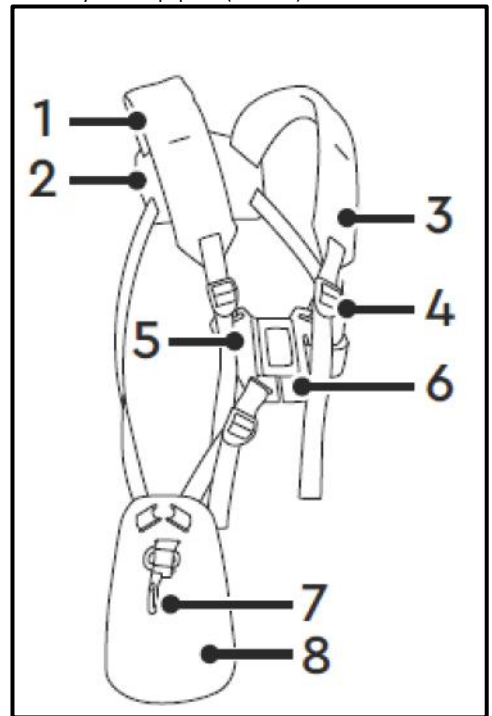
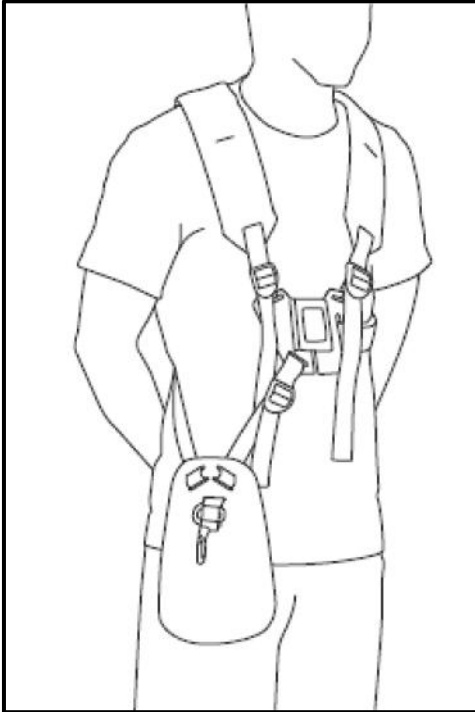

Рис. 17
Рис. 18
- Вдягніть на праве плече наплічник (1) із захисним щитком (8), а на ліве плече – наплічник (3) (Рис. 17). З'єднувальна пластина (2) ременів повинна знаходитися на спині (Рис. 17). Карабін (7) та захисний щиток (8) повинні знаходитися на правому стегні.
- З'єднайте за зчепіть застібки (5) та (6) (Рис. 17). Правильно одягнутий ремінь зображено на Рис. 18.
- Підтягуванням та відпусканням ременевої стрічки в місця її фіксації (4) відрегулюйте плечові ремені так, щоб усі частини ременів прилягали до тіла і Вам було комфортно (Рис. 17).